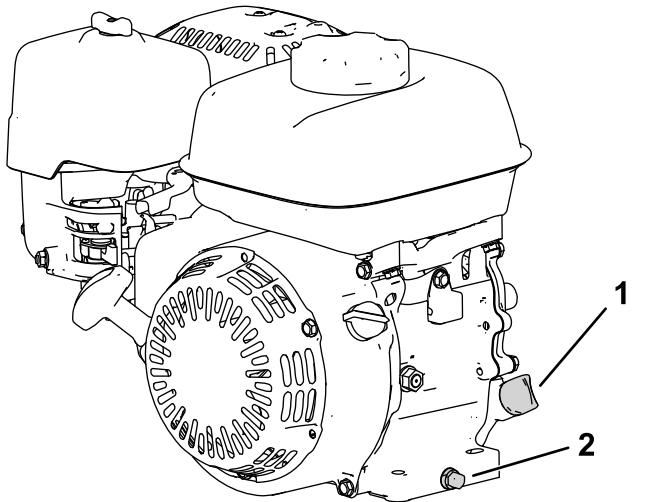

図 15
2. エンジンが水平になるように駐車し、オイル補給口の周囲をきれいに拭く 図 15。
3. ドレンプラグを抜く図 15。